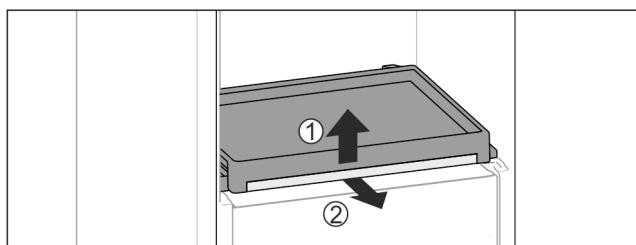

Fig. 113
- Izvadite izvlačni pretinac sa staklenom pločom: Staklenu ploču s prednje strane lagano podignite Fig. 113 (1) i izvucite prema naprijed Fig. 113 (2).